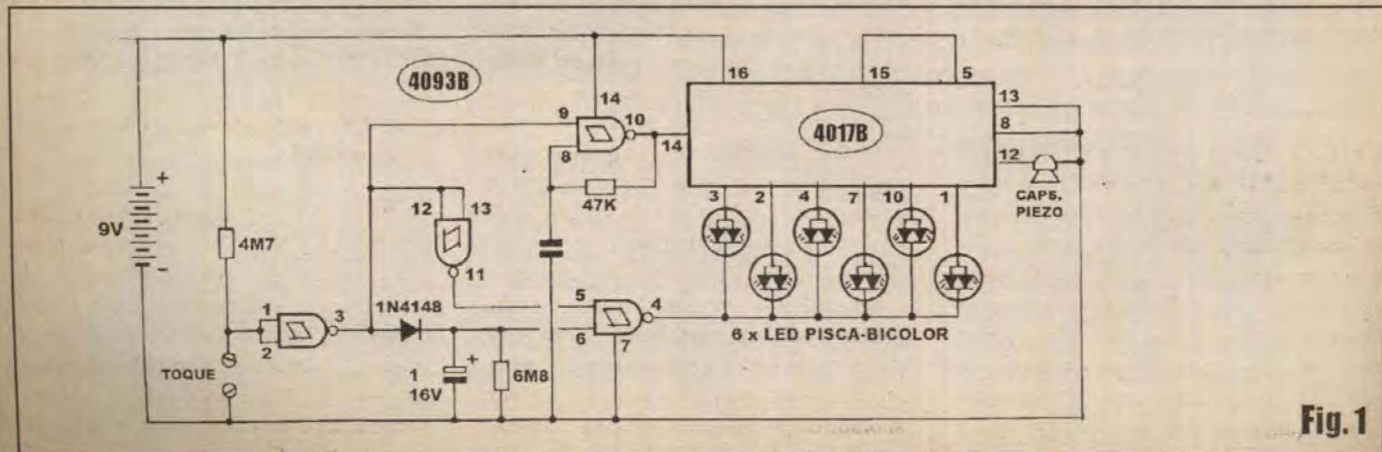

Fig. 1
- FIG. 1 - O CIRCUITO - Podemos, no aspecto puramente técnico, dividir o circuito em duas partes básicas: um *clock*, com seus respectivos controles e automatismos, e um contador/decodificador para apresentação do resultado (através de especiais LEDs pisca bicolors alter-nados...). Os módulos dinâmicos estão centrados em apenas dois integrados da família digital C.MOS: um 4093 e um 4017, já mais do que conhecidos dos caros leitores/hobbystas... Quando o jogador encosta o dedo sobre os contatos de toque, *abaixa* digitalmente o *status* da entrada do *gate* do 4093 delimitado pelos pinos 1-2-3, com o que a saída do dito cujo (pino 3) se eleva. Tal situação autoriza (o até então inibido...) o funcionamento do *clock*, centrado no *gate* delimitado pelos pinos 8-9-10, cuja frequência de oscilação - relativamente alta, para garantir a aleatoriedade do resultado - é determinada